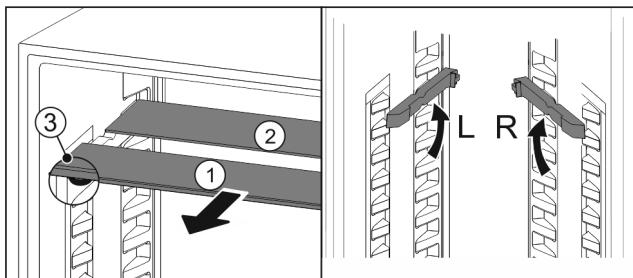

Fig. 122
- Glasplatten einzeln nach vorne herausziehen *Fig. 122 (1)*.
- Glasplatte *Fig. 122 (1)* mit Zierleiste liegt vorne.
- Stopps *Fig. 122 (3)* zeigen nach unten.